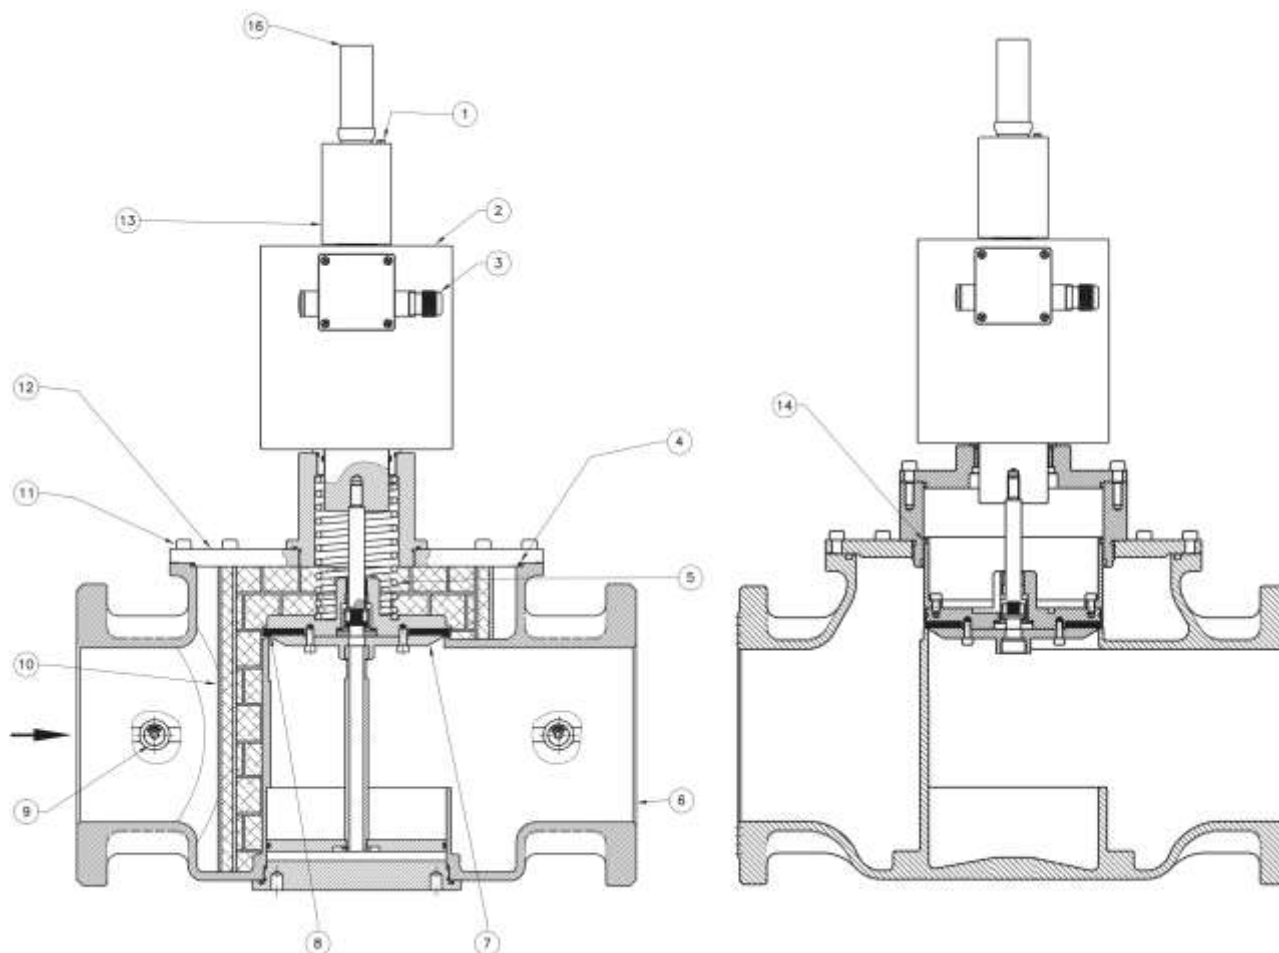

Рис. 4
Клапан рис. 4 состоит из: винт настройки времени открытия клапана (1), электромагнитная катушка (2); электрический коннектор (3); верхнее уплотнительное кольцо (4); пружина запирающего механизма (5); корпус (6); затвор (7); уплотняющая прокладка (8); заглушка (9); фильтрующий элемент \* (10); винты крепления крышки (11); крышка (12); гидравлический тормоз (13); тефлоновая уплотнительная полоса (14); колпачек гидравлического тормоза (16).